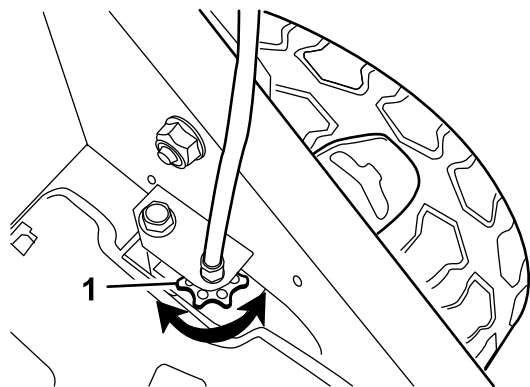

Рисунок 22
- Если колеса не вращаются, когда вы приводите в действие штангу управления самоходным приводом, ремень тяги натянут слишком слабо. Поверните ручку управления приводом колес (Рисунок 22) по часовой стрелке на один оборот и повторите действия, описанные в пунктах с 4 по 6.
- Если колеса начинают вращаться до того, как вы полностью прижмете штангу управления самоходным приводом к рукоятке, ремень тяги натянут слишком сильно. Поверните ручку управления приводом колес (Рисунок 22) против часовой стрелки на один оборот и повторите действия, описанные в пунктах с 4 по 6.